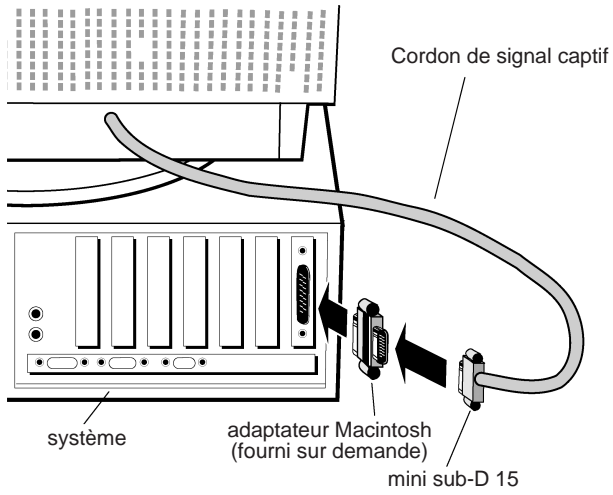

Figure B.1
**Sur Mac:** Connectez l'adaptateur Macintosh de votre MultiSync A500+ ou MultiSync A700+ (fourni sur demande) sur le connecteur vidéo du Macintosh (figure B.1). Connectez la prise sub-D 15 du câble vidéo sur l'adaptateur. (figure B.1) Bloquez les vis de fixations.